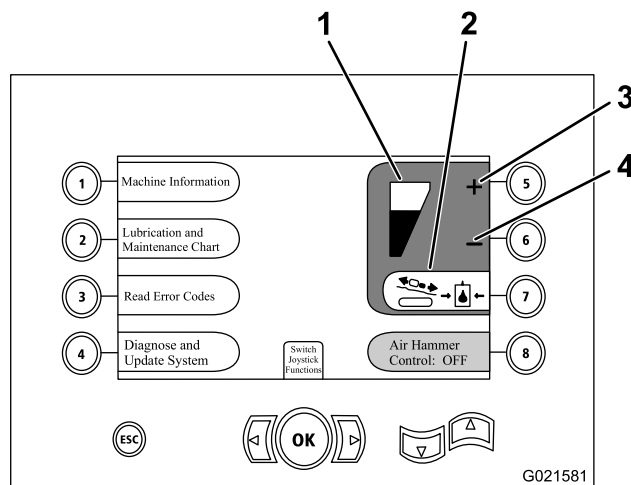

Figura 71
2. Aumente o reduzca la presión del carro como se indica a continuación: (Figura 71).
- Pulse el botón 5 de la pantalla para reducir la presión del carro (Figura 71).
- Pulse el botón 6 de la pantalla para aumentar la presión del carro (Figura 71).
Nota: El indicador de presión del carro (Figura 71) subirá o bajará a medida que aumente o reduzca la presión del carro.